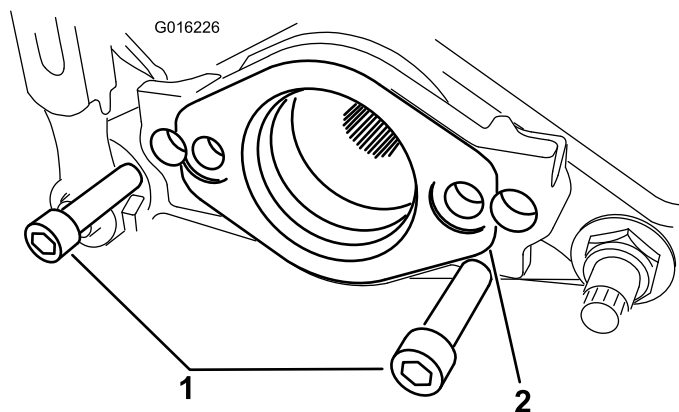

Рисунок 3
7. Открутите два винта с внутренним шестигранником, крепящих монтажную опору двигателя с левой стороны режущего блока. Снимите монтажную опору двигателя (Рисунок 3).